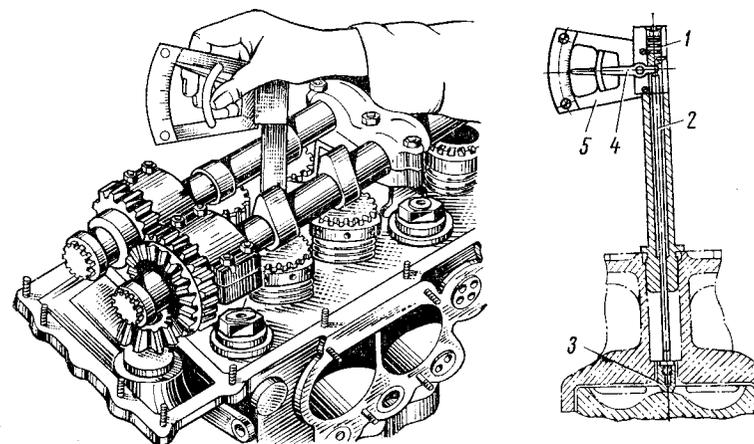

Рис. 110. Установка регляжа:
2) снимите форсунку первого левого цилиндра и установите вместо нее регляж (рис. 110);